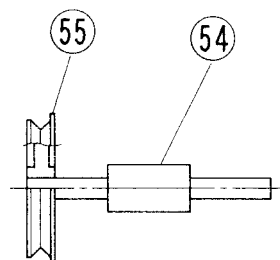

Figure 15
1. Worm gear (54) Assy
Pressing insert the Pulley (55) to the Worm Gear (54) so that the left end of the worm gear will be on the same level as the face of the smaller circle in the pulley (Fig. 15).
1. ウォームギヤー (54) assy
プーリー (55) をウォームギヤー (54) に取り付け、ウォームギヤーの軸の左端側面とプーリーの外径の小さい側の面を合わせる。(図15)